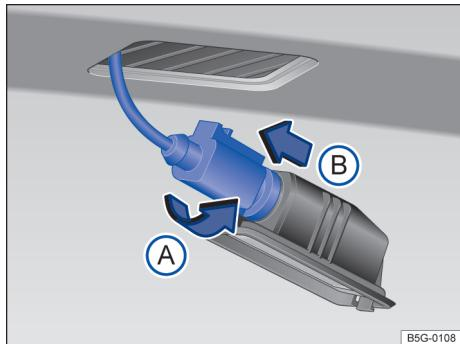

Fig. 136 Lanterna da placa de licença: desinstalar o suporte da lâmpada.
- ➃ Girar o soquete da lâmpada no sentido anti-horário → Fig. 136 (A) e retirar o suporte junto com a lâmpada (B).
- ➇ Posicionar o suporte da lâmpada na lanterna da placa de licença e pressionar no sentido contrário ao da seta (A) até o batente.